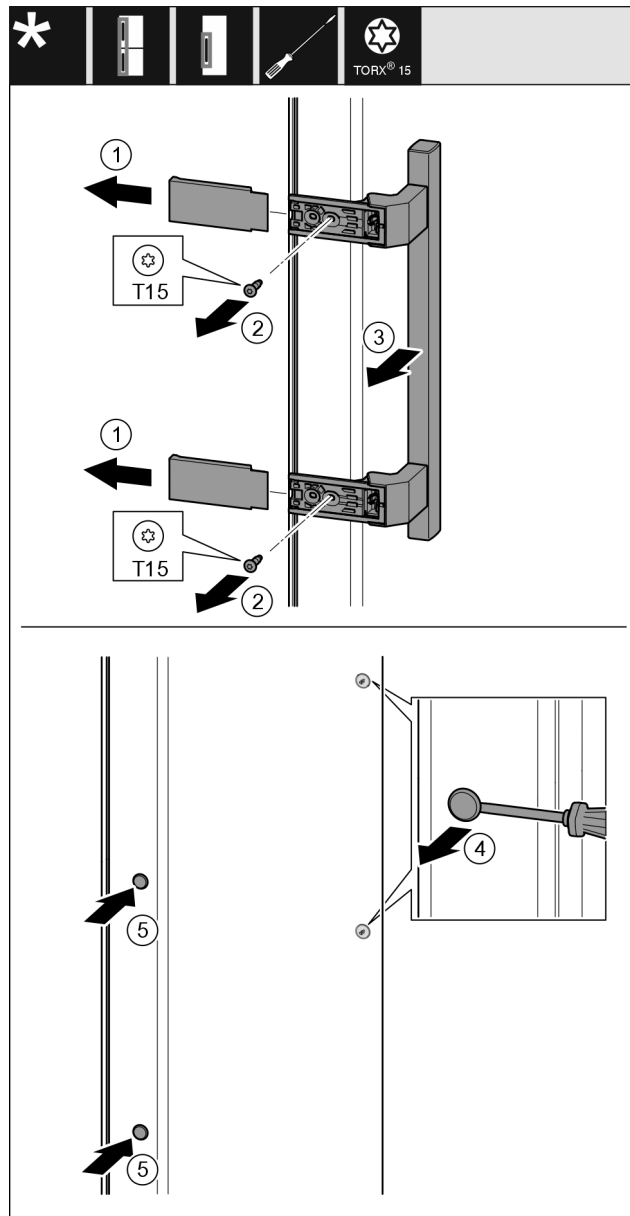

Fig. 21
- Afdekking Fig. 21 (1) wegtrekken.
- Schroeven Fig. 21 (2) met een schroevendraaier er uit draaien.
- Greep Fig. 21 (3) wegnemen.
- Til de zijplug voorzichtig Fig. 21 (4) op met een platte schroevendraaier en trek hem er uit.
- Plug Fig. 21 (5) aan de andere kant er weer insteken.